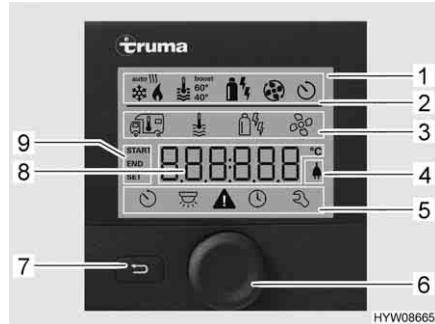
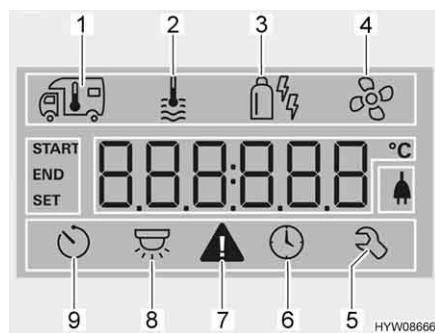

Fig. 85 Centralina di controllo con indicazioni
Fig. 86 Display (centralina di controllo)
- Riga di stato (Fig. 85,2)
- Riga di menu in alto (Fig. 85,3)
- Area di indicazione (Fig. 85,8)
- Riga di menu in basso (Fig. 85,5)
- Premere la manopola/il pulsante (Fig. 85,6) per circa 3 secondi. Vengono visualizzate entrambe le righe di menu (Fig. 85,3 e Fig. 85,5). Il primo simbolo lampeggiava.
- Ruotare la manopola/il pulsante (Fig. 85,6), finché viene visualizzato il simbolo del menu desiderato.
- Premere la manopola/il pulsante per memorizzare il valore impostato. Se il valore impostato originariamente non deve essere modificato: Premere il tasto indietro (Fig. 85,7).
- Ruotare la manopola/il pulsante (Fig. 85,6), finché il simbolo del menu del riscaldamento (Fig. 86,1) lampeggiava.
- Premere la manopola/il pulsante per memorizzare il valore impostato. Il simbolo nella riga di stato lampeggia (Fig. 85,2), finché viene raggiunta la temperatura impostata. Se il valore impostato originariamente non deve essere modificato: Premere il tasto indietro (Fig. 85,7).
- Ruotare la manopola/il pulsante (Fig. 85,6), finché il simbolo del menu relativo all'acqua calda (Fig. 86,2) lampeggia.
- Premere la manopola/il pulsante per memorizzare il valore impostato. Il simbolo nella riga di stato lampeggia (Fig. 85,2), finché viene raggiunta la temperatura dell'acqua impostata. Se il valore impostato originariamente non deve essere modificato: Premere il tasto indietro (Fig. 85,7).
Selezione della modalità di funzionamento:	<ul style="list-style-type: none"> ■ Ruotare la manopola/il pulsante (Fig. 85,6), finché il simbolo del menu relativo alla modalità di funzionamento (Fig. 86,3) lampeggia. ■ Premere la manopola/il pulsante. ■ Ruotare la manopola/il pulsante, finché viene visualizzata la modalità di funzionamento desiderata: <ul style="list-style-type: none"> ● Funzionamento a gas ● Funzionamento elettrico (900 W) ● Funzionamento elettrico (1800 W) ● Funzionamento a gas e elettrico (900 W) ● Funzionamento a gas e elettrico (1800 W)
- Premere la manopola/il pulsante per memorizzare la modalità di funzionamento impostata. Se il valore impostato originariamente non deve essere modificato: Premere il tasto indietro (Fig. 85,7).
- Ruotare la manopola/il pulsante (Fig. 85,6), finché il simbolo del menu delle ventole (Fig. 86,4) lampeggia.
- Ruotare la manopola/il pulsante (Fig. 85,6), finché il simbolo del menu del timer (Fig. 86,9) lampeggia.
- Premere la manopola/il pulsante. Il timer è attivato. Il simbolo del timer (Fig. 86,9) lampeggiante quando il timer è programmato e attivo.
In caso di avviso, il relativo simbolo lampeggia (Fig. 86,7). Il riscaldamento rimane in funzione. Se si tratta solo di un guasto temporaneo, il simbolo di avvertimento si spegne autonomamente.